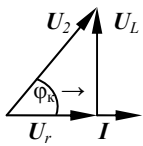

Рис. 3. Векторная диаграмма напряжений катушки индуктивности
3. Построить векторную диаграмму тока  $I$  и напряжений  $U_2$ ,  $U_r$ ,  $U_L$  для катушки индуктивности (рис. 3), для этого вычислить угол сдвига фаз между напряжением и током  $\varphi_k = \arccos \frac{r}{z}$ , а также